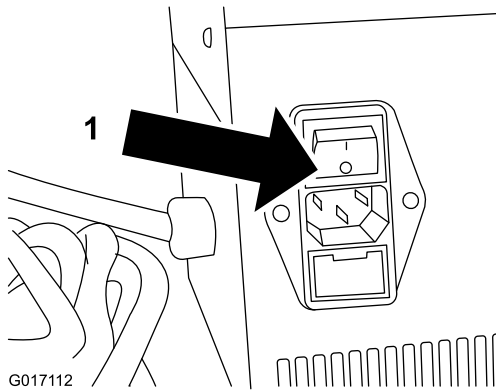

Bild 3
1. Stellen Sie sicher, dass das Ladegerät ausgeschaltet ist (Bild 3).
3. Schalten Sie den Strom zum eFlex ab (Bild 3).